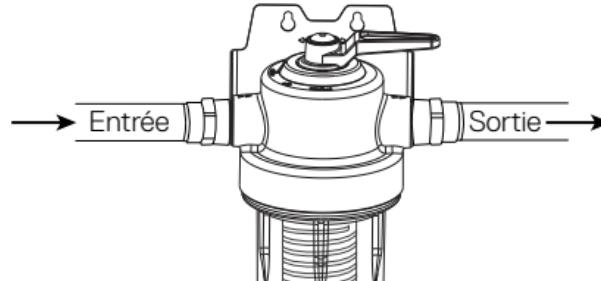

Figure 5
10. Tournez la soupape de la tête du filtre au mode "filtre (FILTER)" (voir la Figure 5) et ouvrez lentement l'alimentation d'eau principale puis inspectez pour des fuites. Faites couler l'eau avec un robinet ouvert durant 5 minutes pour évacuer l'air.